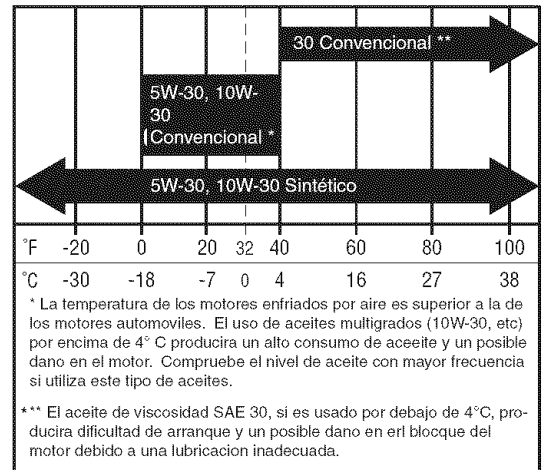
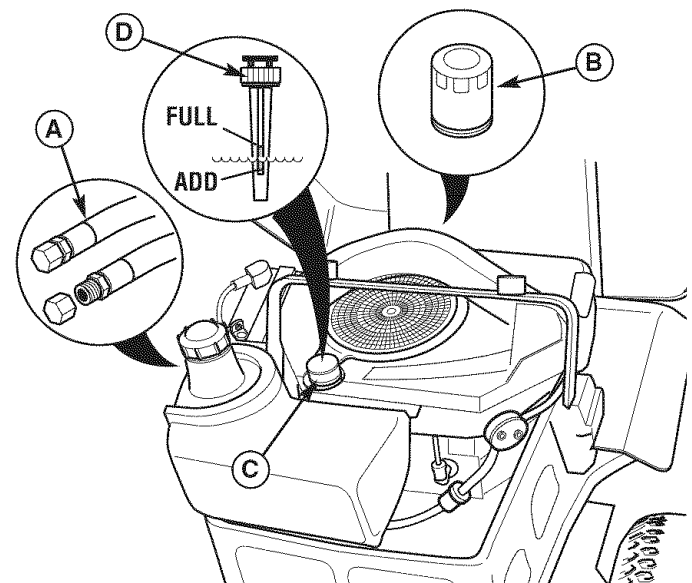

Figura 28. Aceite de Motor Recomendado
Figura 29. Cambio de Aceite
2. Limpie el área alrededor de la varilla para medición del nivel (C, Figura 29).
3. Remueva la varilla para medición del nivel (C) y límpiela con una toalla de papel.
4. Inserte la varilla para medición del nivel en el motor. Atornille el tapón en el tubo (D)
5. Remueva la varilla para medición del nivel y lea el nivel de aceite. El nivel de aceite deberá estar entre las marcas "FULL" y "ADD" (D). De lo contrario, añada aceite de acuerdo con las recomendaciones de la tabla del aceite (Figura 28).
1. Limpie el área alrededor de la varilla para medición del nivel (C, Figura 29) y el tubo de drenaje del aceite (A).
2. Remueva el tapón de drenaje del aceite (A) del extremo del tubo de drenaje del aceite. Remueva la varilla para medición del nivel (C). Permita que se drene completamente.
3. Reinstale el tapón de drenaje del aceite (A).
2. Remueva el tapón de drenaje del aceite (A) y la varilla para medición del nivel (C). Permita que se drene completamente.
3. Remueva el filtro de aceite (B). Deseche el filtro.